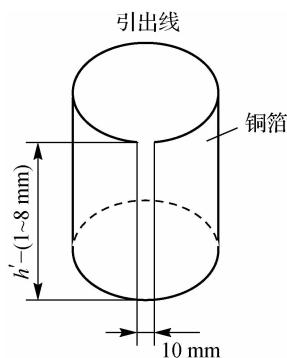

图 3-10 静电屏蔽层
(8)对于电子设备中用的电源变压器,需要在原、副边绕组间放置静电屏蔽层。屏蔽层用 $0.1\text{ mm}$ 左右的薄铜箔,在铜箔上焊一根多股软线引出接地,如图 3-10 所示。